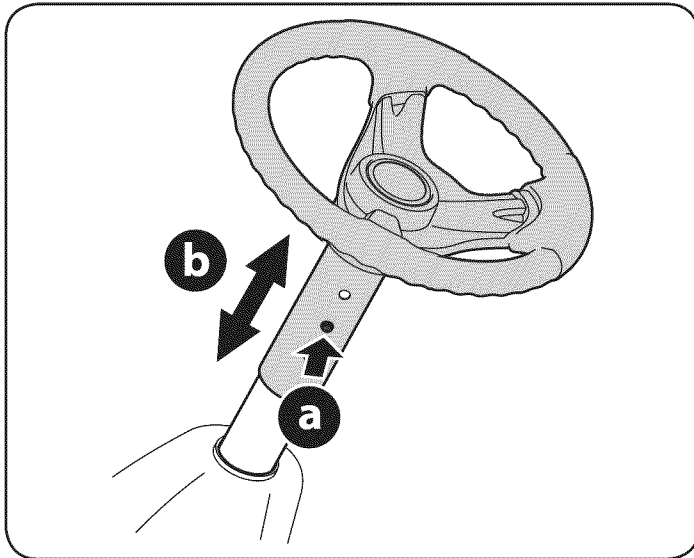

Figura 4
2. Pulse el botón de la columna de la dirección y eleve o baje el volante (b) hasta la posición deseada. Vea la Figura 4.